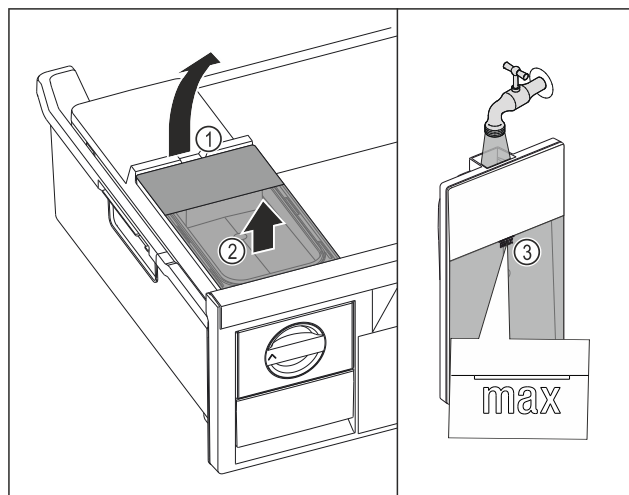

Fig. 85
- Zvedněte nádržku na vodu za vybrání Fig. 85 (1).
- Vyjměte nádržku na vodu nahoru. Fig. 85 (2)
- Naplňte nádržku na vodu pitnou vodou až po značku Fig. 85 (3).